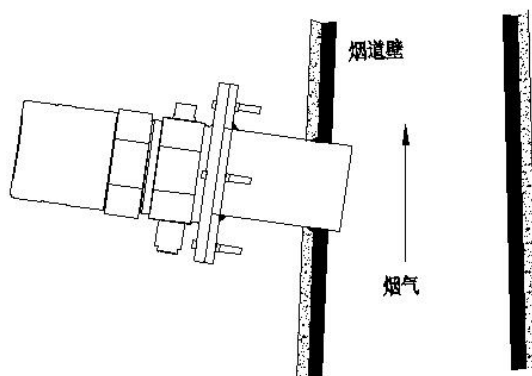

图 3.4 安装示意图
- 3) 将准备好的控制电缆穿进接线插头，如下（图 3.4）所示。